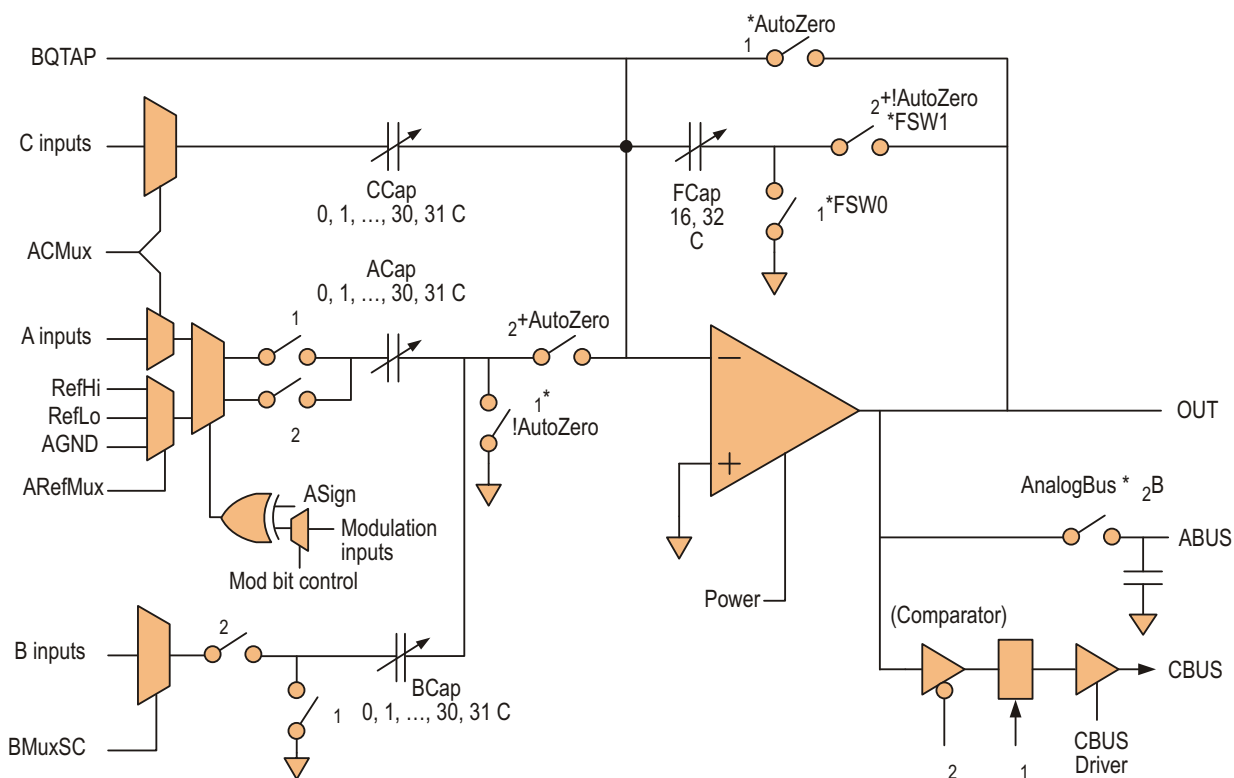

Рисунок 2. Аналоговые блоки переключаемых конденсаторов состоят из набора коммутируемых конденсаторов, окружающих операционные усилители.
Управляя частотой переключения (f_s), емкостью конденсаторов (C) и способом подключения этих конденсаторов к операционному усилителю, можно получить множество схем без использования дополнительных внешних аппаратных ресурсов (Рисунок 2). Тот же переключаемый конденсатор может использоваться для реализации дельта-сигма модулятора, интегратора, фильтра или емкостного сенсорного блока.